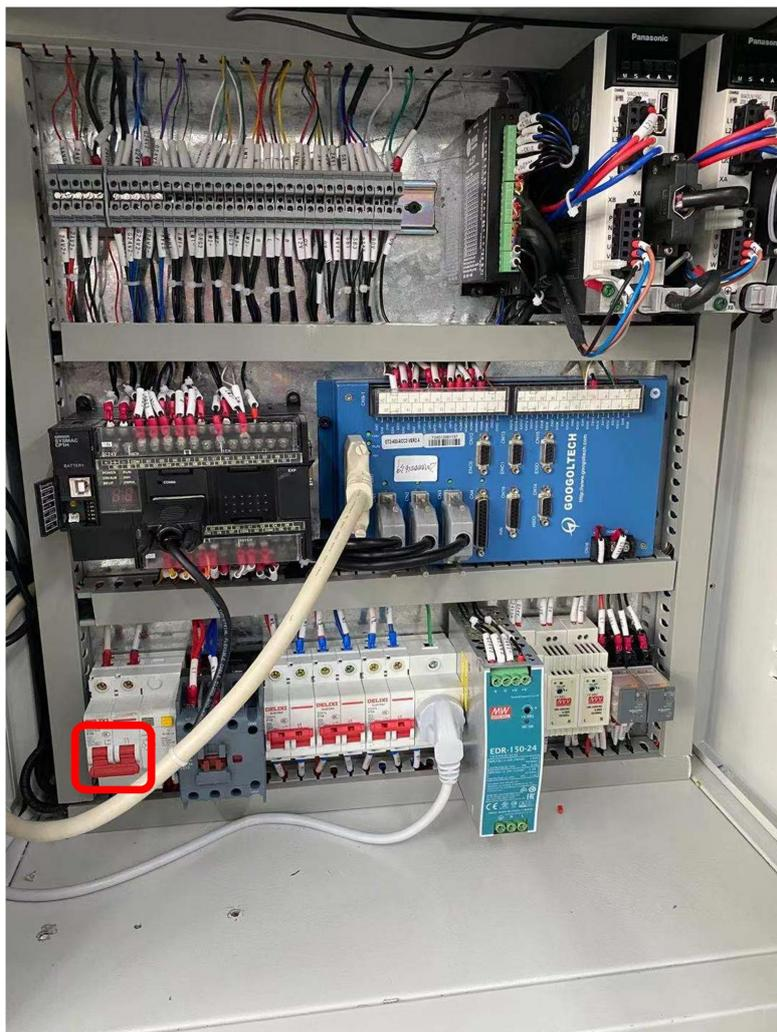

图 1-3 电控柜
打开机器视觉实验运动平台下方电气柜窗口，总空气开关如图 1-3 的位置，向上推动，电脑进入开机状态。待电脑开机之后，将遥控手柄的急停开关向右旋转，开关抬起，并按下绿色按钮，给设备上电，如图 1-4 所示。
- ① 给机器视觉实验平台上电，打开工控机，参见图 1-3、1-4。